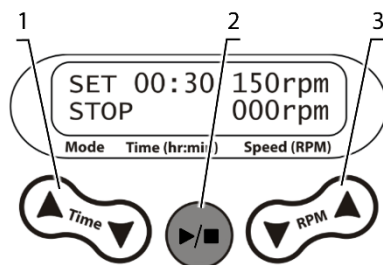

Рисунок 2. Панель управления модели PSU-10i
5.3. Установите необходимый рабочий интервал времени в часах и минутах (шаг установки 1 минута), используя кнопки **▼** и **▲ Time** (рис. 2/1). При долгом нажатии кнопки, скорость смены значений увеличивается.
5.4. Установите необходимую скорость перемешивания в оборотах в минуту (шаг установки 10 об/мин), используя кнопки **▼** и **▲ RPM** (рис. 2/2). При долгом нажатии кнопки, скорость смены значений увеличивается. Устанавливаемая скорость отображается в верхнем ряду дисплея.
5.5. Нажмите кнопку **▶/■** (рис. 2/3). Платформа начнёт вращение, на дисплее появится индикация **RUN** и таймер в нижней строке дисплея начнёт отсчитывать время.